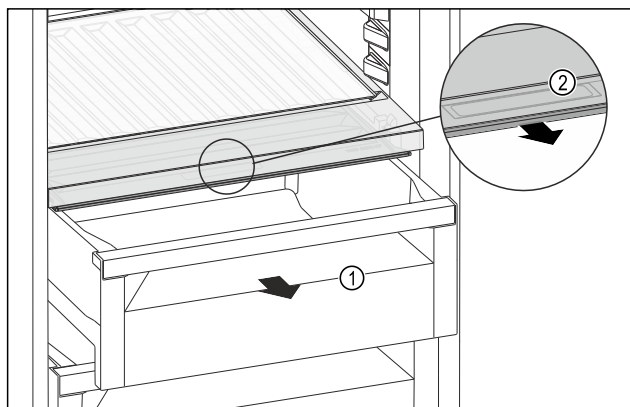

Fig. 133
- ▶ Zásuvku Fig. 133 (1) vytáhněte.
- ▶ Uchopte prohlubeň pro rukojeť Fig. 133 (2) na víku zásuvky a současně zatáhněte za víko zásuvky směrem dopředu.